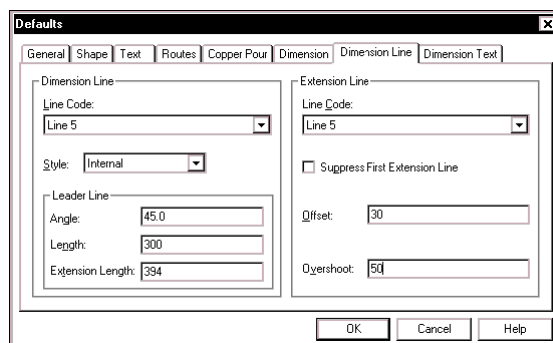

Рис. 3. Настройка стилей линий для прорисовки размеров по умолчанию.
11. В диалоговом окне Defaults перейдем на закладку Dimension Line (рис. 3).